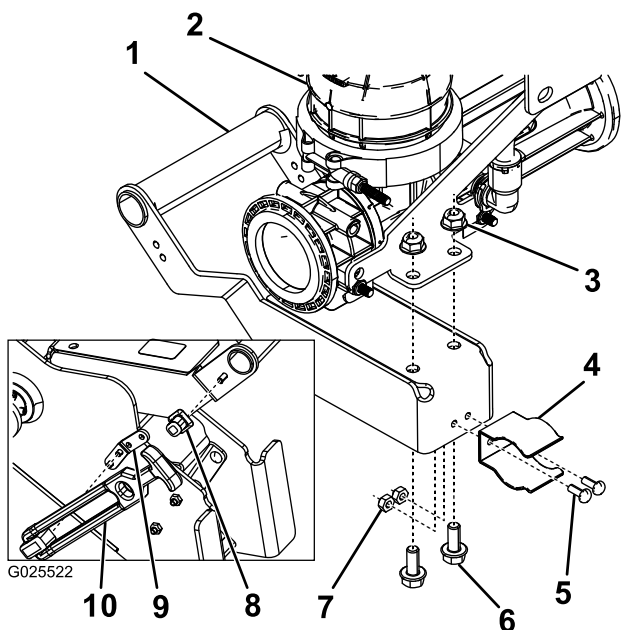

Figura 13
1. Ligue o perno do trinco ao manípulo do misturador utilizando um parafuso de cabeça sextavada (Figura 13).